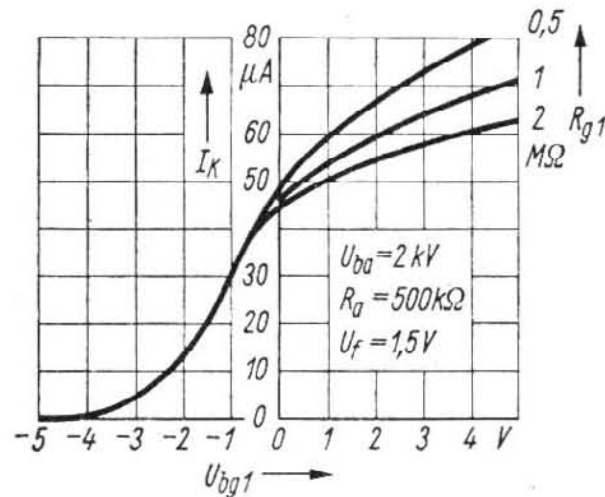

Bild 7
**Bild 7** betrifft den Gleichstrom-Betrieb, wofür eine Hochspannung von 2 kV bei einem Anoden-Vorwiderstand von 500 k $\Omega$  und einem Steuerelektroden-Vorwiderstand von 1 M $\Omega$  empfohlen werden. Hierzu gehören für die Steuerspannung  $U_{bg1}$  ein Wert von  $-6 \text{ V}$  für sicheres Sperren und ein Wert von  $\approx 4 \text{ V}$  für das Helltasten.